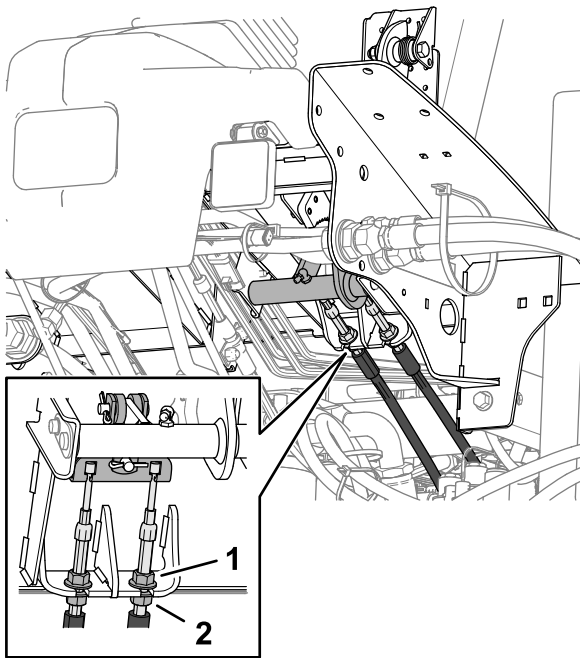

Figure 144
5. Pour réduire la garde à la pédale de frein, desserrez les écrous de blocage avant sur l'extrémité fileté de chaque câble de frein (Figure 144).